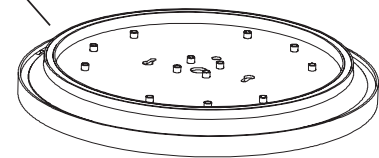

Fig. 2
2. Desserrez la vis de calage (4) qui fixe l'assemblage du diffuseur (6) sur le panneau arrière (5) et dévissez le diffuseur de la plaque en tournant en sens antihoraire
3. Alors que l'alimentation est coupée, insérez partiellement les vis (3) dans les trous filetés de votre boîte de connexion.
4. L'alimentation étant coupée, soutenir solidement l'appareil et raccorder le fil de mise à la terre vert de l'appareil au fil de mise à la terre en cuivre nu de la boîte de jonction à l'aide d'un **capuchon de connexion (4)**. *Si l'alimentation ne comporte pas un fil de mise à la terre, Consulter votre code d'électricité local et suivre les méthodes de mise à la terre conformes.*
5. À l'aide de **capuchons de connexion (4)**, raccorder le fil noir de l'appareil au fil d'alimentation noir et le fil blanc de l'appareil au fil d'alimentation blanc.
6. Appliquez des perles de matériel de calfeutrage à base de silicone (non fourni) autour de la rainure qui se trouve à l'arrière de la plaque arrière. L'application de matériel de calfeutrage sur la rainure permet d'assurer l'existence d'un sceau étanche à l'eau sur la surface de montage. **Voir Fig. 2.**
sur la tête des vis installées sur la traverse, soulever l'appareil, tourner dans le sens horaire et serrer les vis afin de fixer le boîtier au plafond. **Voir la Fig. 2.**
2. Loosen **Set Screw (1)** securing **Diffuser Assembly (3)** to **Backplate (2)** and unscrew diffuser from backplate by turning counterclockwise
3. **With power turned off**, partially install **Screws (4)** into threaded holes in your junction box.
4. Hold the fixture firmly and connect the green ground wire from the fixture to the bare copper ground wire from the junction box using **Wirenut (5)**. *If house wiring does not include a ground wire, consult your local electrical code for approved grounding methods.*
5. Use **Wirenuts (5)** to connect black fixture wire to the black power supply wire and white fixture wire to the white power supply wire.
6. Apply bead of silicone caulk (not provided) around entire groove on back side of backplate. Bead of caulk to extend above groove to assure watertight seal with mounting surface. **See Fig. 2.**
7. **Align keyholes in fixture Housing Assembly** over the previously installed screw lift fixture up, rotate clockwise and tighten Screws to secure Housing Assembly against ceiling. **See Fig. 2.**
1. Saque los componentes del luminario y paquete(s) de piezas. Compruebe que todas las piezas estén incluidas. **Vea Fig. 2.**
2. Afloje el **Tornillo de sujeción (1)** asegurando el **Conjunto del difusor (3)** a la **Placa posterior (2)** y destornille el difusor de la placa posterior girando a la izquierda.
3. Apague para instalar parcialmente los **Tornillos (4)** en los orificios roscados en su caja de unión.
4. Con la electricidad apagada, sostenga el luminario firmemente y conecte el alambre verde de tierra del luminario al alambre de cobre descubierto de tierra de la caja de ensambladura usando un **Capuchón de Alambres (5)**. *Si el alambrado de la casa no incluye un alambre de tierra, consulte su código eléctrico local para los métodos aprobados de hacer tierra.*
5. Use **Capuchones de Alambres (5)** para conectar el alambre negro del luminario al alambre negro de suministro de electricidad y el alambre blanco del luminario al alambre blanco de suministro de electricidad.
6. Aplique una capa de masilla de silicona (no suministrada) alrededor del surco en la parte posterior de la placa posterior. La capa de masilla debe extenderse sobre el surco para asegurar un sellado hermético con la superficie de montaje. **Consulte la Fig. 2.**
7. **Alinee los "keyholes" del Ensamblaje de la Carcasa** del Luminario sobre las cabezas de los tornillos previamente instalados en la Barra Transversal, levante el luminario hacia arriba, gire a su derecha y apriete los tornillos para asegurar el Ensamblaje de la Carcasa contra el techo. **Vea Fig. 2.**